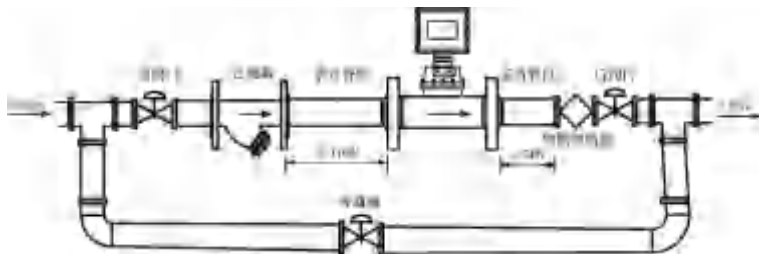

图4-3 典型安装管路系统
3. 为了便于维修，不影响流体正常输送，建议依照上图4-3所示设置旁通管道。